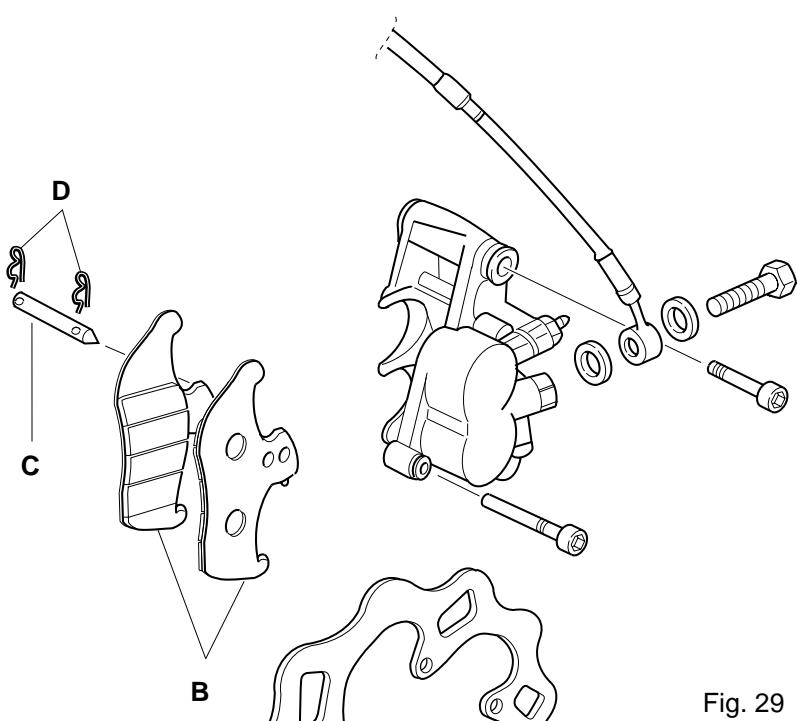

Fig. 29
2. Per raggiungere le pastiglie dei freni, rimuovere prima la ruota anteriore, vedi capitolo "Ruota anteriore". Separare poi le pastiglie "B" (Fig.29) il più possibile l'una dall'altra. Togliere le 2 cerniere "D", sfilare il pernetto "C" (Fig.29) e rimuovere le pastiglie. Montare quelle nuove. Fare attenzione affinchè il montaggio sia corretto. Controllare il funzionamento del freno con la ruota montata, facendo girare la ruota stessa. Per raggiungere la massima efficienza di frenatura si consiglia di seguire un periodo di rodaggio per le pastiglie.
2. To gain access to the brake pads, first remove the front wheel as described under the heading "Front wheel". Then begin by separating the brake pads "B" (Fig.29) as far apart as possible. Remove the split "D", the pin "C" (Fig.29) and remove the pads. Fit new pads. Take care to fit the new pads correctly. After fitting the wheel, spin it and check the performance of the brake. To achieve the best possible brake performance, run the pads in gently and carefully.
2. Zum Aus-/Einbau der Bremsbeläge muß das Vorderrad ausgebaut werden, s. Abschn."Vorderrad". Da-nach zuerst die beiden Bremsbeläge "B" (Abb.29) möglichst weit auseinanderdrücken. Den Splint "D" und den Spannstift "C" (Abb.29) entfernen und die Bremsbeläge herausnehmen. Beim Einbau der Beläge auf vorschriftsmäßige Sitz achten. Die Funktion der Vorder-radbremse bei eingebautem Rad kontrollieren - das Rad muß sich leicht und frei drehen. Um beste Brems-wirkung wu erzielen, sollten neue Bremsbeläge vorsichtig und ohne Gewaltbremsungen eingefahren werden.
2. Pour accéder aux garnitures, il faut déposer la roue avant, selon le chapitre "Roue avant". Ecartez autant que possible les garnitures "B" (Fig.29) l'une de l'autre. Enlevez les deux goupilles "D", le pivot "C" (Fig.29) et déposez les garnitures. Posez des garnitures neuves, en veillant à les installer correctement. Vérifiez le fonctionnement du frein en faisant tourner la roue. Pour la meilleure force de freinage, il convient de roder les garnitures avec la plus grande prudence.